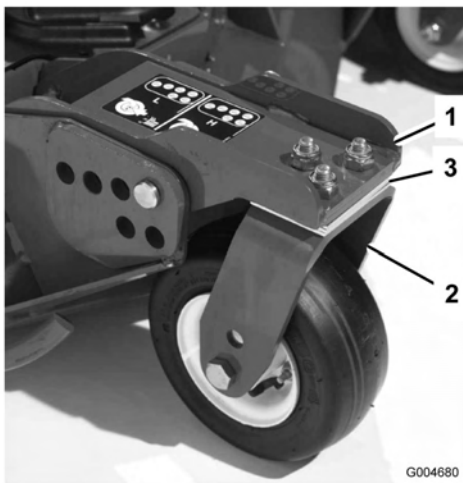

Bild 27
Drehen Sie die Schnittmesser jeder Spindel, bis die Enden nach vorne und hinten gerichtet sind. Messen Sie die Entfernung vom Boden bis zur vorderen Spitze der Schnittkante. Setzen Sie die 3 mm Beilagscheiben an den vorderen Laufradgabeln auf der jeweiligen Schnitthöhe ein, die auf dem Schild angezeigt wird (Bild 27). Beziehen Sie sich nur für die äußere Spindel auf „Einstellen der Mähwerkneigung“ unter , Seite .
3. Entfernen Sie, wenn die innere Schnittkante des seitlichen Mähwerks im Verhältnis zur äußeren Kante des vorderen Mähwerks zu hoch ist, eine 3 mm Beilagscheibe von der Unterseite des vorderen inneren Laufradarms am seitlichen Mähwerk (Bild 27). Prüfen Sie das Maß zwischen den äußeren Kanten beider seitlichen Mähwerke sowie der inneren Kante des seitlichen Mähwerks und der äußeren Kante des vorderen Mähwerks.